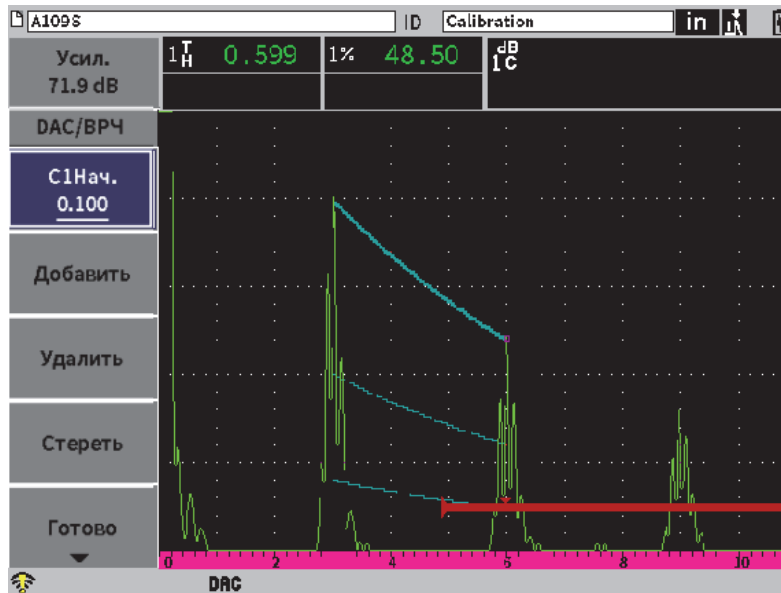

Рис. 11-5 Вторая точка DAC
5. Нажмите клавишу Tab, чтобы выделить кнопку **Добавить**, затем нажмите клавишу Enter, чтобы добавить вторую точку (см. Рис. 11-5 на стр 183).
8. Нажмите клавишу Tab, чтобы выделить кнопку **Добавить**, затем нажмите клавишу Enter, чтобы добавить следующую точку (см. Рис. 11-5 на стр 183).